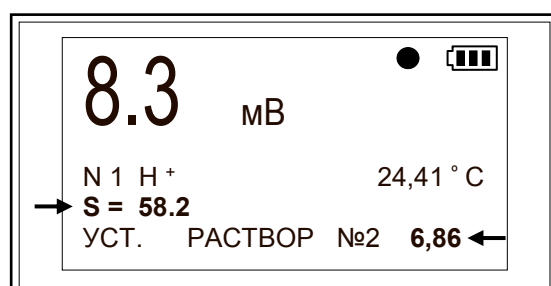

Рисунок 32
4.12.2.11 Вынуть электроды из раствора № 1, промыть их дистиллированной водой с двойной сменой воды, удалить остатки воды с помощью фильтровальной бумаги и установить электроды в раствор № 2. После установки электродов в раствор на табло прибора отобразится определенное прибором значение рН образцового раствора № 2 (рисунок 32).
После определения рН образцового раствора № 2 на табло выводится значение крутизны электродной характеристики S (рисунок 32), по которому можно судить о степени пригодности измерительного электрода. Значение S приводится в документации на измерительный электрод. Если $S < 42$, то дальнейшая градуировка не возможна. Необходимо проверить пригодность образцовых растворов и электрода и вновь провести градуировку.